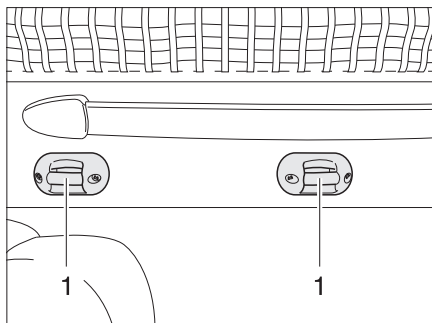

Bild 127 Halterung Aufstiegsleiter
- Die Aufstiegsleiter mit beiden Bügeln in die Krampen (Bild 127,1) am Hubbett einhängen.